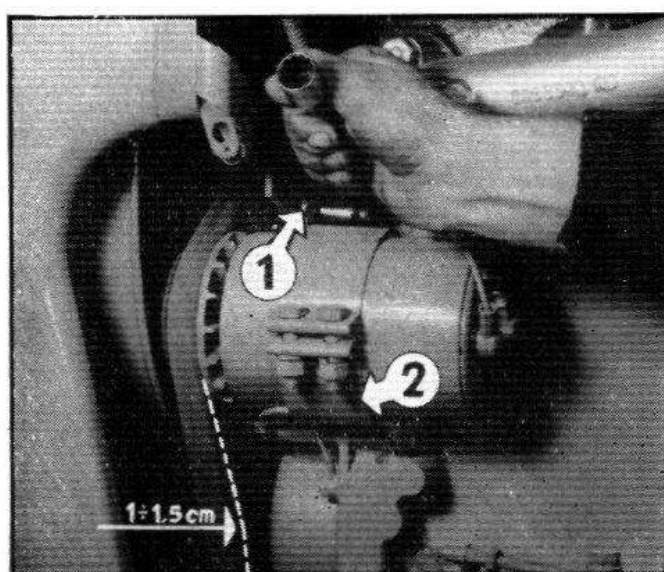

Fig. 21. — Réglage de la tension de la courroie du ventilateur et de la dynamo.
3° Courroie de commande du ventilateur et de la dynamo (fig. 21) :
- Desserrer l'écrou qui retient la dynamo à la glissière supérieure (rep. 1, fig. 21).
Noter qu'une usure anormale de la courroie peut être également due à un défaut d'alignement de la poulie de la dynamo, par rapport à la poulie du ventilateur et à celle du vilebrequin moteur. Dans ce cas, déplacer la dynamo dans son support après desserrage des deux boulons prévus à cet effet sur le collier (rep. 2, figure 21).